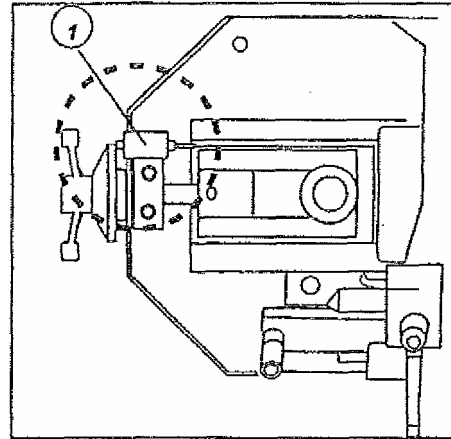

Fig.7
- Compruebe que micro interruptor de tensión de la cinta está pulsado, de lo contrario la máquina no funcionará (1 Fig.7).
- Gire el volante (23 Fig.1) hasta que el tope se apoye contra el micro interruptor que se encuentra justo debajo de la pestaña de soporte del volante. (1 Fig.7)
Asegúrese de que el micro interruptor que se encuentra debajo del volante es accionado por el tope (1 Fig.7) del volante, de lo contrario la máquina no funcionará. La cinta está perfectamente tensada cuando el micro interruptor es accionado por el tope del volante. Si la protección de seguridad de los discos de giro no está bien cerrada la máquina no funciona a causa del micro interruptor de seguridad. (1 Fig.8)